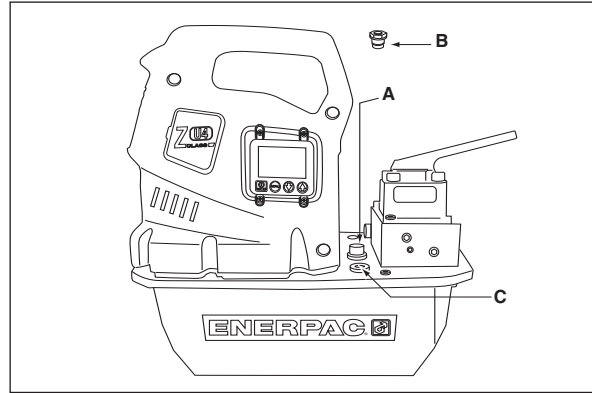
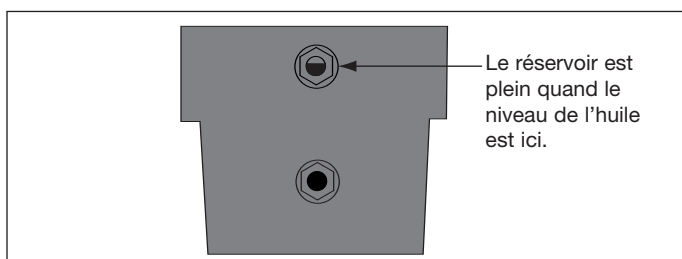

Figure 2, Installation du reniflard de ZU4
Figure 4
4.1 Bouchon reniflard du réservoir (Voir Figure 2)
Vérifiez le niveau de l'huile de la pompe avant de la mettre en marche, si nécessaire, ajoutez de l'huile en enlevant le bouchon SAE n° 10 du couvercle de pompe (voir Fig. 2). Le réservoir est plein quand le niveau de l'huile arrive en haut du voyant. (Fig. 4).